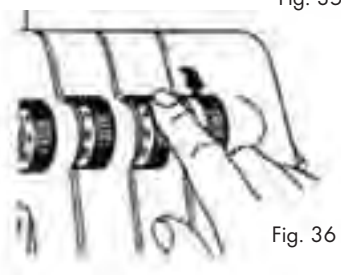

Fig. 36
3. Mettez le sélecteur de tension du fil ❶/❷/❸/❹ en position "0" (Fig. 36) et levez le pied-de-biche ❶.
4. Tirez sur l'autre extrémité du fil, jusqu'à ce que les nœuds passent sous le pied-de-biche ❶.